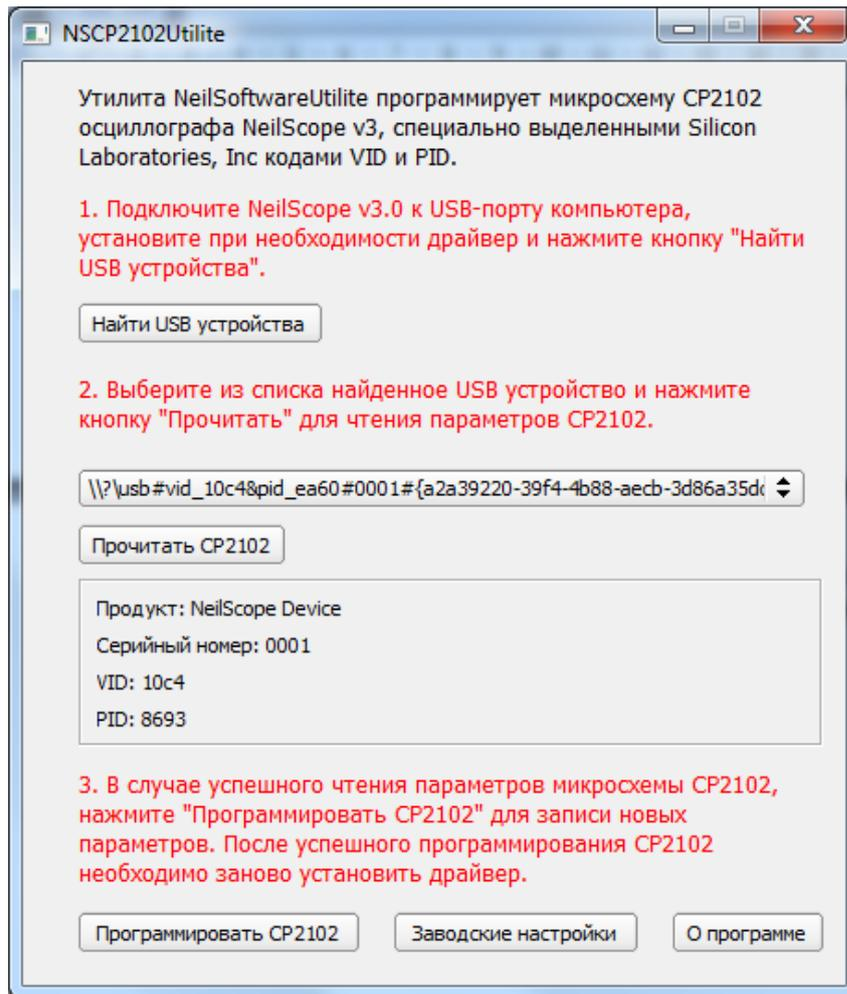

Рис.14 Результат программирования микросхемы CP2102
17. Для проверки корректности программирования микросхемы CP2102 нажмите снова кнопку «Прочитать CP2102». Программа отобразит параметры, записанные в микросхему CP2102 в результате программирования (Рис.14).